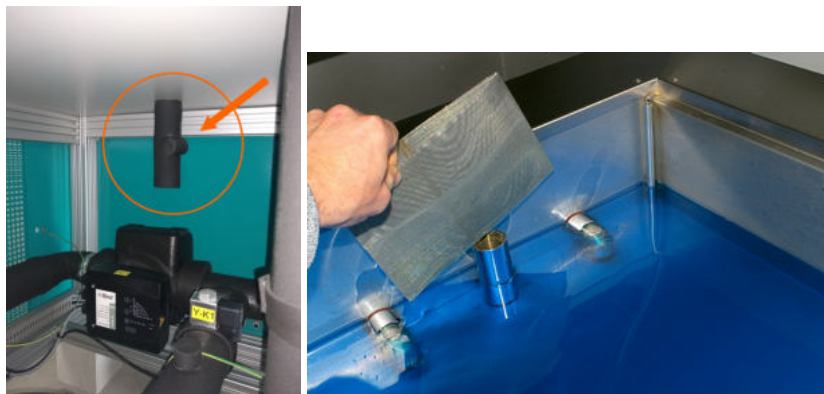

Abbildung 47: Ablasshahn unterhalb der Wanne zum Ablassen der Wärmeträgerflüssigkeit (links) und Überlaufstützen in der Wanne (rechts).
- Entfernen Sie den Stopfen aus Isoliermaterial unterhalb des Ablasshahns unter der Wanne (Abb. 47 (links)). Die komplette Hahnisolierung muss dabei nicht entfernt werden.
- Entfernen Sie den Filter um den Überlauf in der Prüfwanne (Abb. 47, (rechts)).